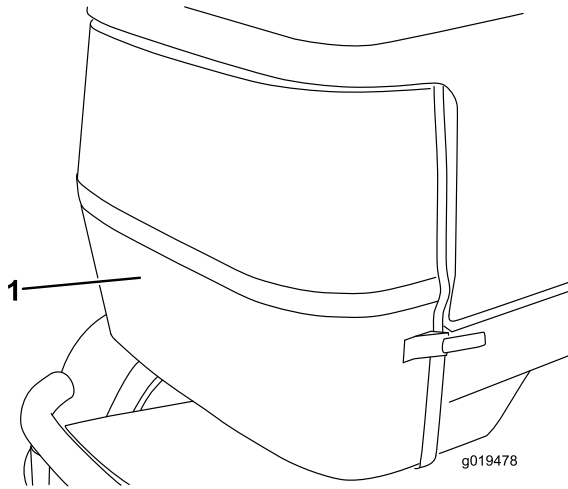

Figura 73
2. Desenganche y retire la rejilla trasera (Figura 73). Limpie a fondo la rejilla.